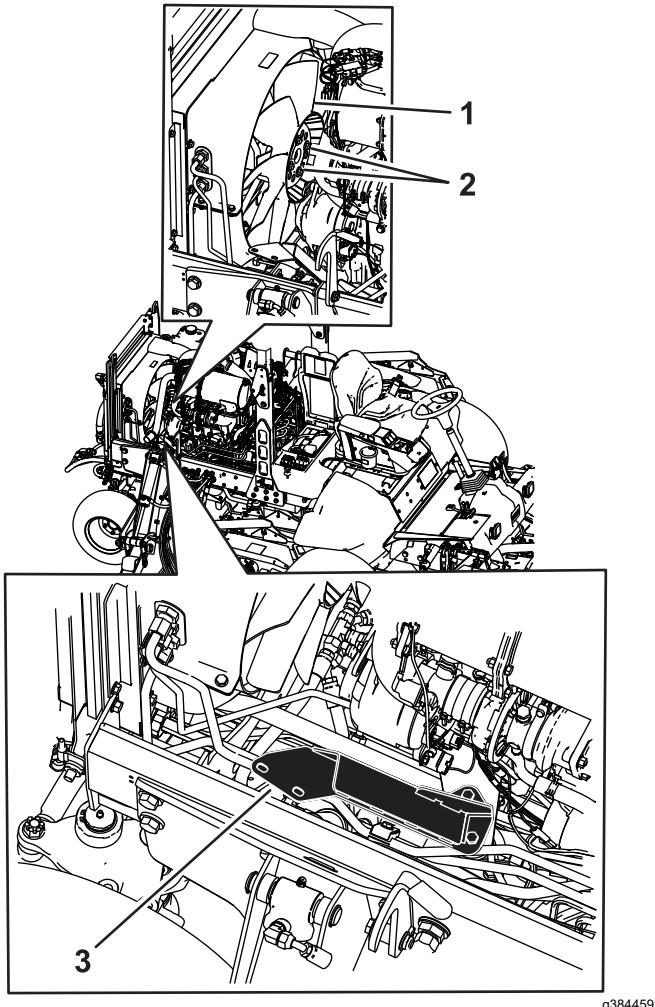

Bild 38
1. Entfernen Sie das Auspuffrohr, die Schalldämpferhalterung und den Motorlüfter (Bild 38).
7. Montieren Sie den Motorlüfter, die Schalldämpferhalterung und das Auspuffrohr (Bild 38).